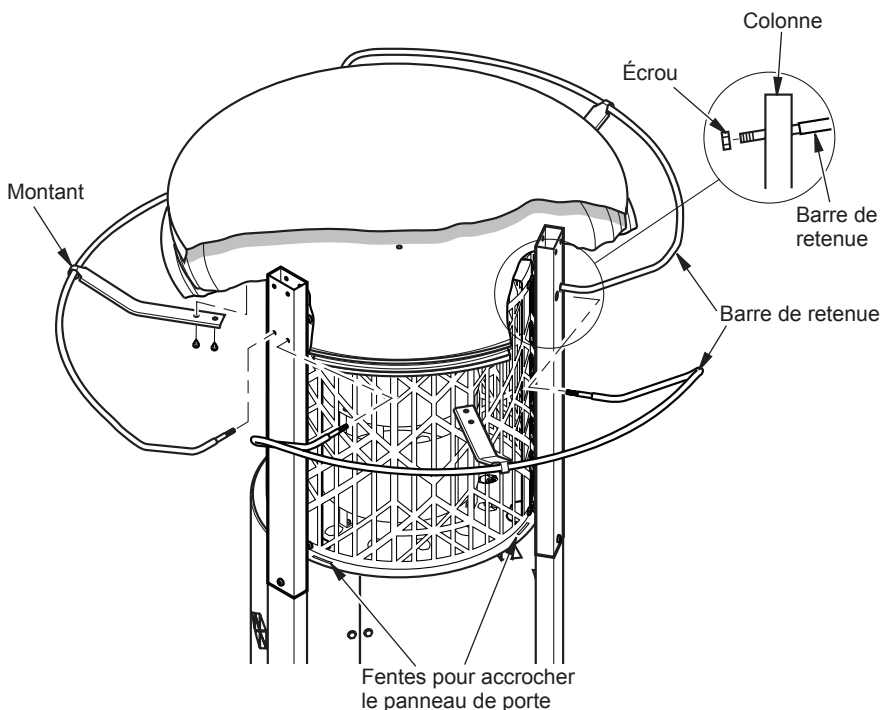

Figure 11 - Assemblage de la barre de retenue (dessus et déflecteurs non illustrés pour plus de précision)
18. Faites coulisser les montants sur les barres de retenue, comme illustré à la figure 11. La partie courbée des montants doit être orientée vers le bas.
19. Insérez les barres de retenue dans les trous des colonnes (voir figure 11). Les barres de retenues passeront entièrement à travers les colonnes. Vissez 1 écrou (G) aux extrémités des barres de retenues comme illustré à la figure 11.
20. Fixez les montants au déflecteur inférieur avec 2 vis (F) chaque, comme illustré à la figure 11.